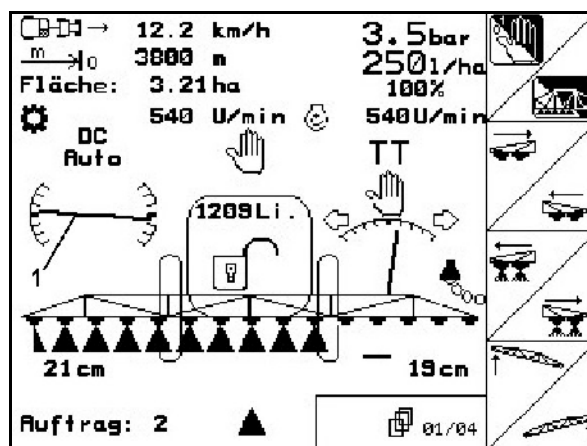

Рис. 73
- На дисплее символ регулировки наклона (Рис. 73/1) показывает горизонтальную установку штанг опрыскивателя.